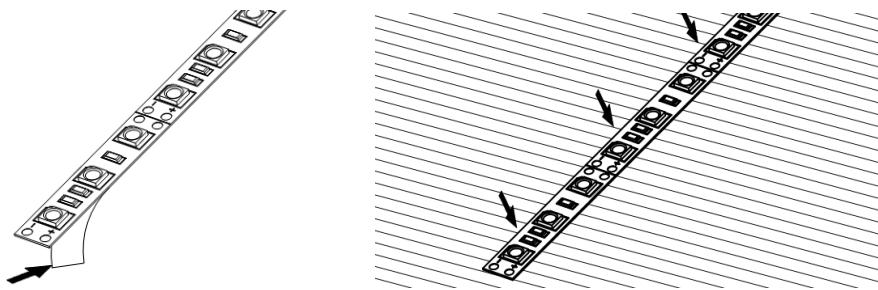

Рисунок 8
5.12. Подготовьте необходимый отрезок ленты. Удалите защитную пленку с поверхности клейкой ленты. Прикрепите ее на место установки. Проклейка ленты должна быть равномерной (см. Рисунок 8).